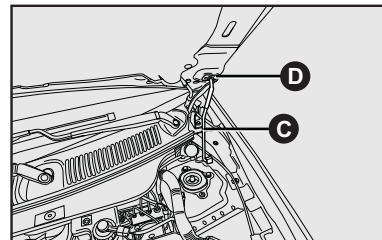

fig. 88
- 4) introduzir a extremidade da vareta **C** na abertura **D** do capô do motor fig. 88.
- 1) manter levantado o capô com uma mão e, com a outra, tirar a vareta **C**-fig. 88 da abertura **D** e repô-la no seu dispositivo de bloqueio;